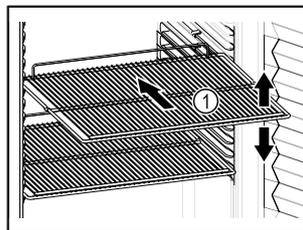

Fig. 62 Primjer izgleda
- ❑ Ako su rešetke za polaganje Fig. 62 (1) pomične, prilagodite ih po visini.